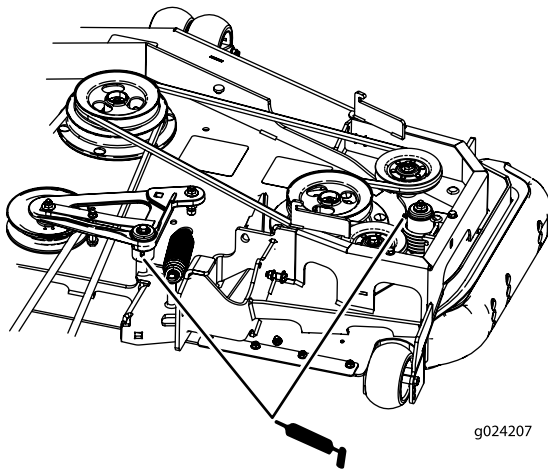

Figure 56
7. Graissez les bras de la poulie de tension de la courroie du plateau de coupe (machines à éjection arrière uniquement) comme illustré à la Figure 56.